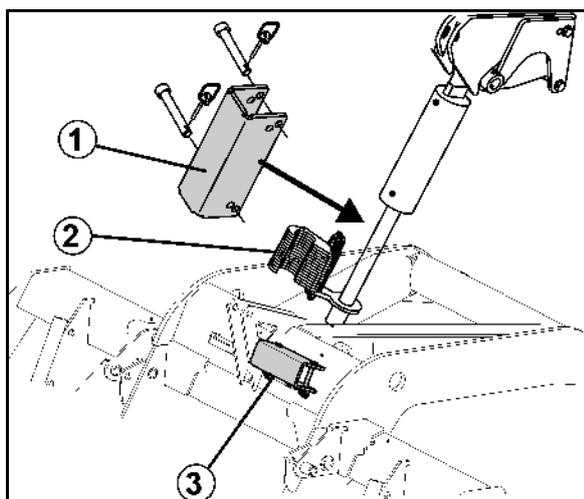

Fig. 10
- Protection mécanique du vérin hydraulique du train de roulement (Fig. 10/1) contre tout abaissement involontaire des dents lors des travaux d'entretien.
2. Enlever tous les éléments d'écartement (Fig. 10/2) de la tige de piston par pivotement.
3. Retirer la protection de la position de stationnement (Fig. 10/3).